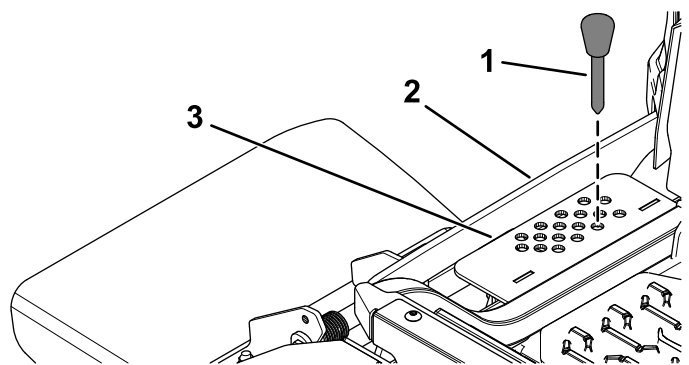

図 22
2. 刈高ブラケットについている穴から、希望する刈高に対応する穴を見つけ、その穴にピンを通す 図 22。
3. デッキ昇降スイッチを下に押し、刈高リンクが刈高ピンにわずかに接触したところで下降動作を止める 図 22。